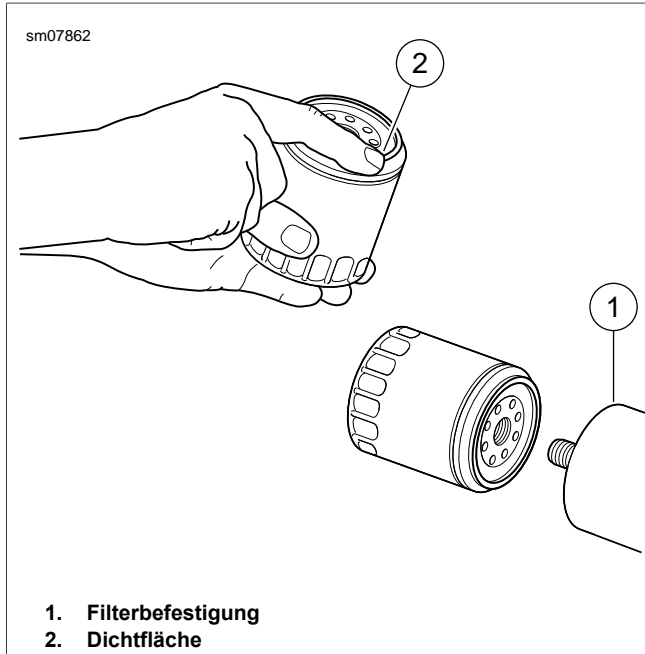

Abbildung 34. Auftragen einer dünnen Ölschicht
3. Siehe Abbildung 34. Die Filterdichtungskontaktfläche der Ölfilterbefestigung (1) mit einem sauberen Tuch abwischen. Die Fläche muss glatt sein und darf keinen Schmutz oder altes Dichtungsmaterial aufweisen.
4. Eine dünne Schicht Motoröl auf die Dichtfläche des Kurbelgehäuses und Dichtfläche (2) des **neuen** Ölfilters auftragen.